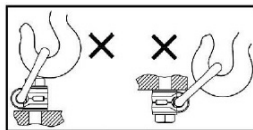

Рис. 2
- 3.8 Петля не должна касаться груза (см. рис.2)